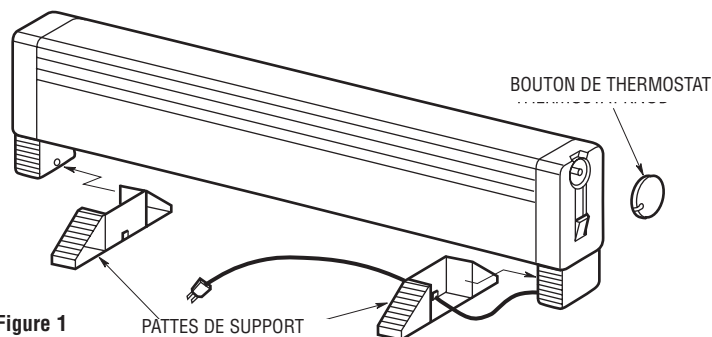

Figure 1
2. Enlevez une patte de support en plastique et un bouton de thermostat de l'emballage au fond du radiateur. La patte de support du côté droit est déjà montée avec le cordon d'alimentation et n'aura plus besoin que d'être enfoncé en place comme montré en figure 1.
3. Adaptez les pattes de support de gauche et de droite sur le radiateur en les encliquetant en place comme montré en Figure 1.
4. Posez le bouton de thermostat sur la tige de thermostat comme montré en Figure 1.
4. Ne faites pas fonctionner le radiateur sans que ses pattes de support soient fixées comme montré en Figure 1.